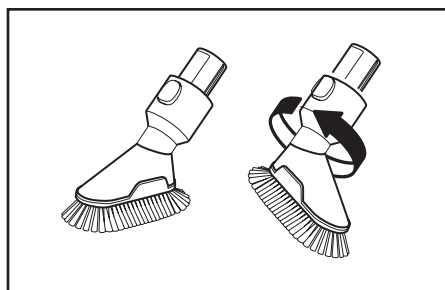

Imagen 6
- Gire el cuello del cepillo para limpiar lugares de difícil acceso (Imagen 6).